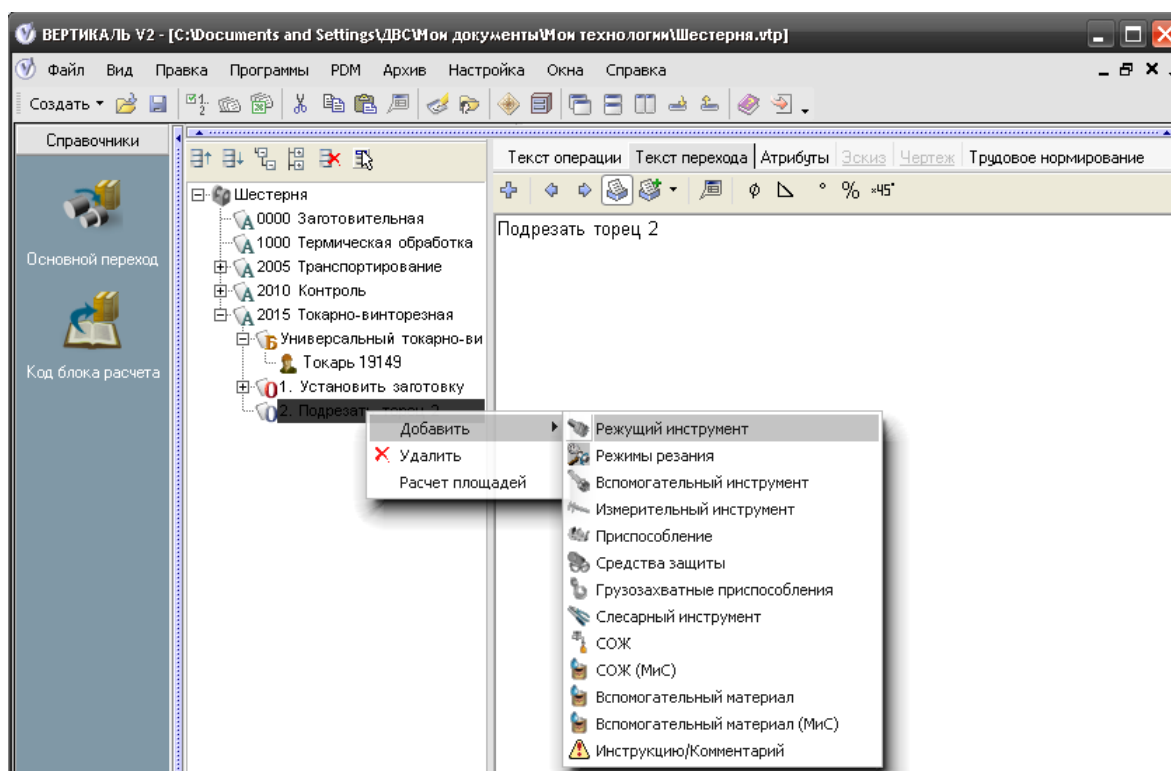

Рисунок 6.4 – Додавання даних про різальний інструмент у дерево ТП
2. У контекстному меню (рис. 6.4) вибрати пункти **Добавить – Режущий инструмент**.